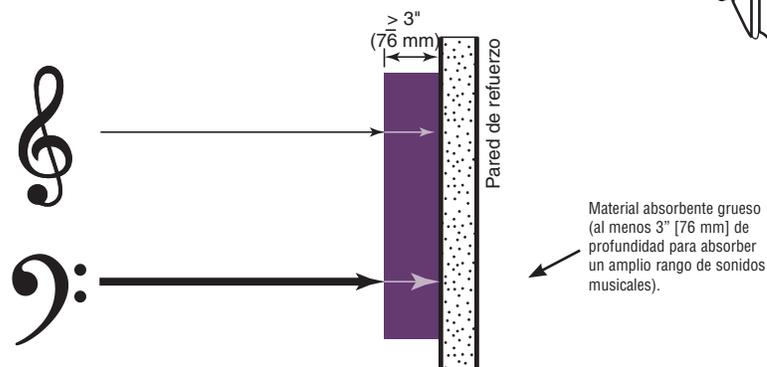

FIGURA 16
- Los paneles de absorción sonora, cuando se los usa correctamente, son otra manera de silenciar una sala. Para ser eficaces para un amplio rango de frecuencias, deben tener al menos 3" (76 mm) de grosor (figura 16). Los paneles absorbentes también se usan para tratar varios otros problemas acústicos y siempre deben emplearse junto a superficies difusivas. Consulte a un experto en acústica o a una empresa experimentada en soluciones de paneles acústicos.